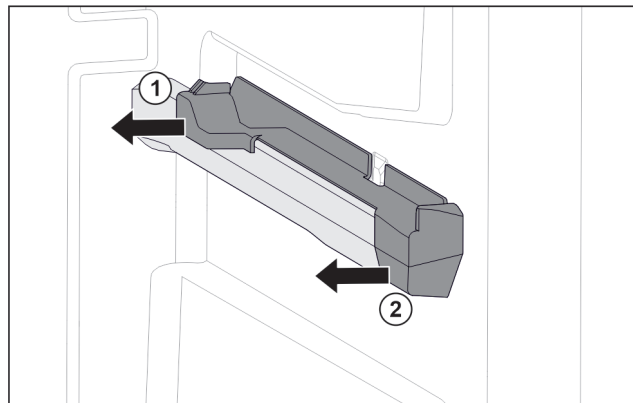

Fig. 77 Вставна частина на правому ребрі для резервуару
- Відсунути вставну частину назад вбік. Fig. 77 (1)
- Відсунути вставну частину вперед вбік. Fig. 77 (2)